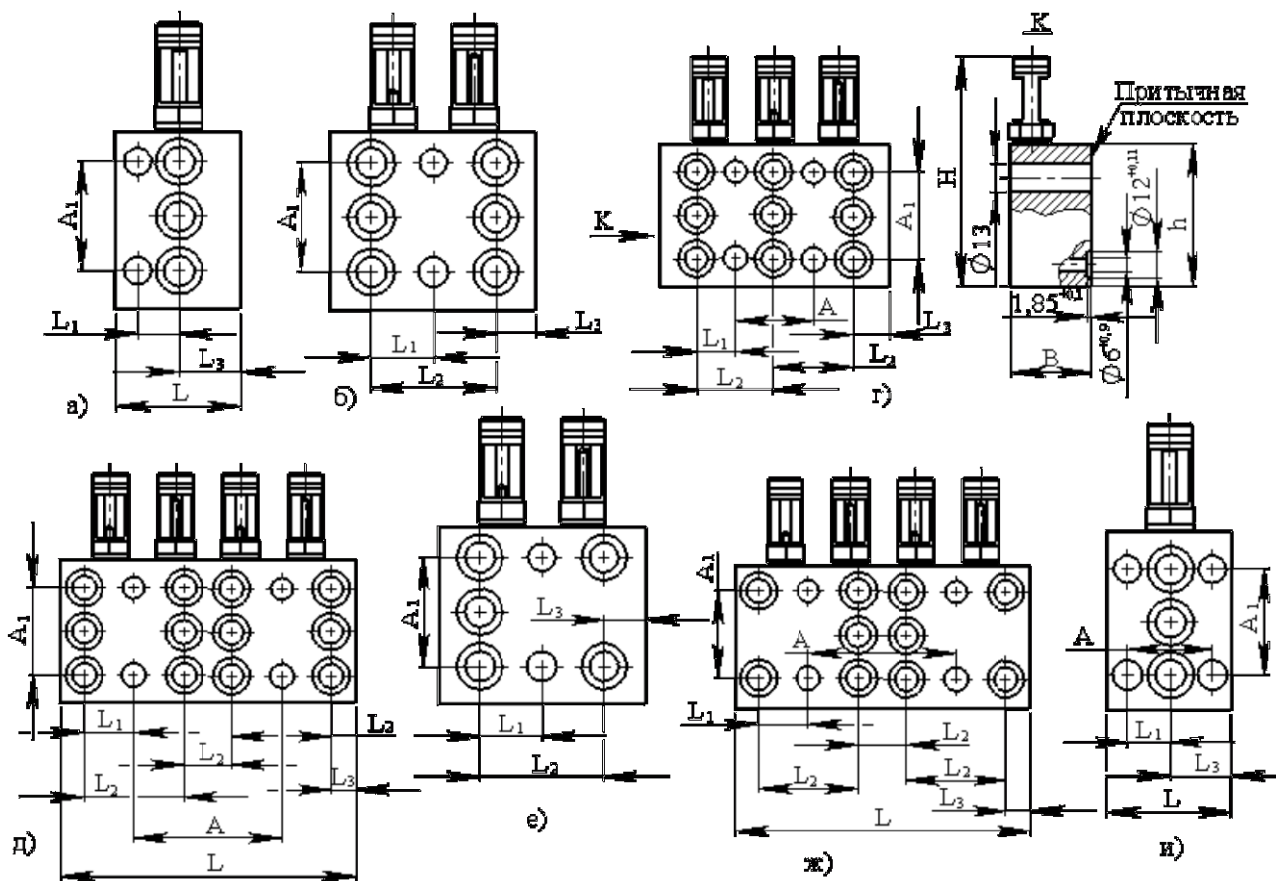

Рис. 1
2.2. Основные параметры питателей модульного исполнения указаны на рис.1 и табл.2.